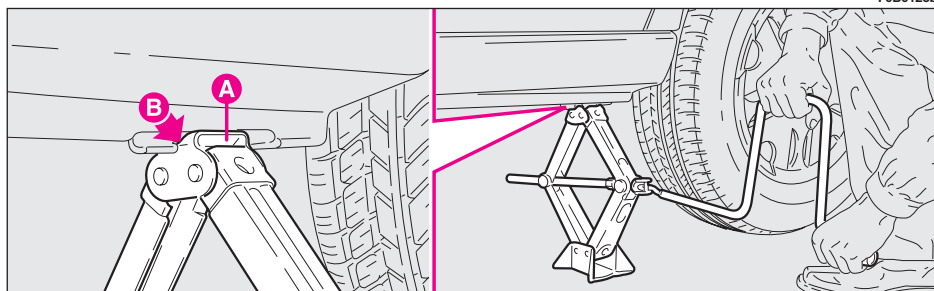

fig. 8
14) asegúrese de que la ranura **A**-fig. 8 del gato esté introducida correctamente en la aleta **B** del larguero;